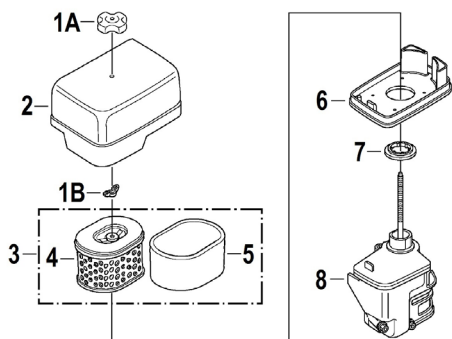

Рис. 15 Обслуживание воздушного фильтра
1. Открутите барашковую гайку 1А и снимите крышку 2 воздушного фильтра (Рис. 15).
2. Открутите барашковую гайку 1В и снимите воздушный фильтр 3 в сборе (Рис. 15).
3. Проверьте целостность и чистоту фильтрующих элементов. Поролоновый (предварительный) фильтрующий элемент 5 установлен на корпусе бумажного фильтрующего элемента 4 (Рис. 15).
5. Произведите очистку основания 8, глушителя шума 6 и крышки 2 воздушного фильтра, не допуская попадания пыли и грязи в воздуховод, ведущий к карбюратору (Рис. 15).
7. Перед установкой воздушного фильтра убедитесь, что уплотнительное кольцо 7 воздушного фильтра находится на месте и не имеет повреждений (Рис. 15).